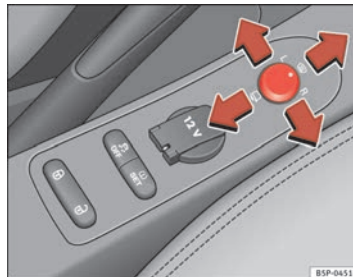

Abb. 90 Drehknopf für Außenspiegeleinstellung ▶
1. Drehen Sie den Drehknopf ⇒ Seite 140, Abb. 90 zunächst in Stellung **L (linker Außenspiegel)**.
- Drehen Sie den Drehknopf nach vorne auf die mittlere Stellung ⇒ Seite 140, Abb. 90 , damit die Heizung der Außenspiegel und die Funktion der beheizbaren Windschutzscheibe* im Bereich der Ruhestellung der Wischerblätter eingeschaltet wird ⇒ Seite 136.
- Drehen Sie den Drehknopf ⇒ Seite 140, Abb. 90 in Stellung , um die Außenspiegel anzuklappen. Sie sollten die Außenspiegel immer anklappen, wenn Sie eine automatische Waschanlage durchfahren, um Beschädigungen zu vermeiden.